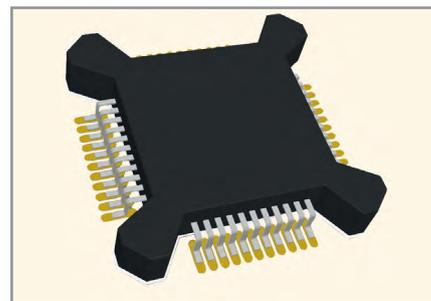

Рис. 6. 3D-модель компонента, созданная в IPC Compliant Footprint Wizard
- автоматическое создание реалистичных 3D-моделей (см. рис. 6) с помощью инструмента IPC Compliant Footprint Wizard;